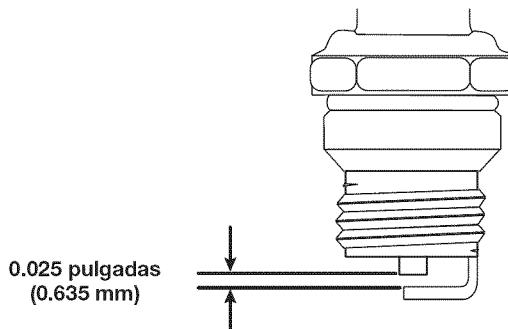

Fig. 25
4. Use un calibrador de separación para ajustar una separación de **0.025 pulgadas (0.635 mm)** (Fig. 25).